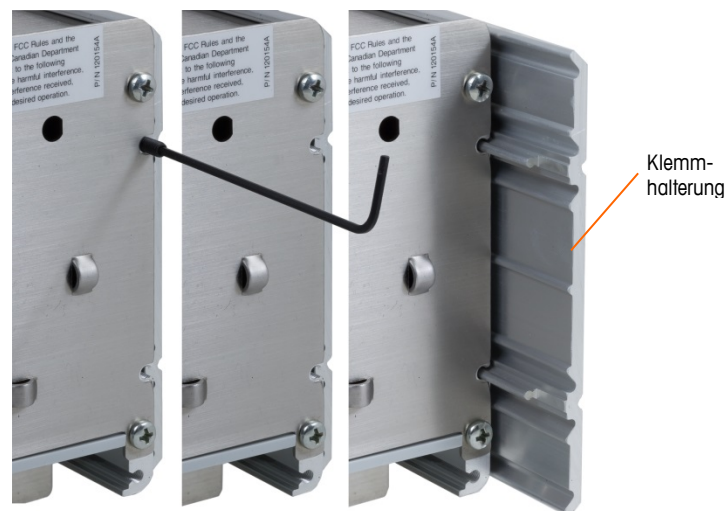

Abbildung 2-8: Montagehalterung
1. Drehen Sie die vier Inbuskopfschrauben heraus, die die Halterungen an der Seite des Gehäuses halten (siehe Abbildung 2-8). Verwenden Sie den Inbuschlüssel 2 mm, der mit dem Terminal mitgeliefert wird.